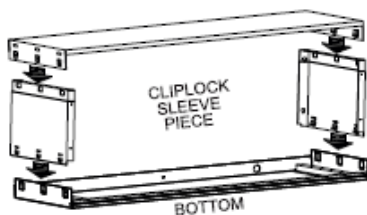

Fig 1
- Desempaque todas las partes y accesorios, consultando la Fig. 1.